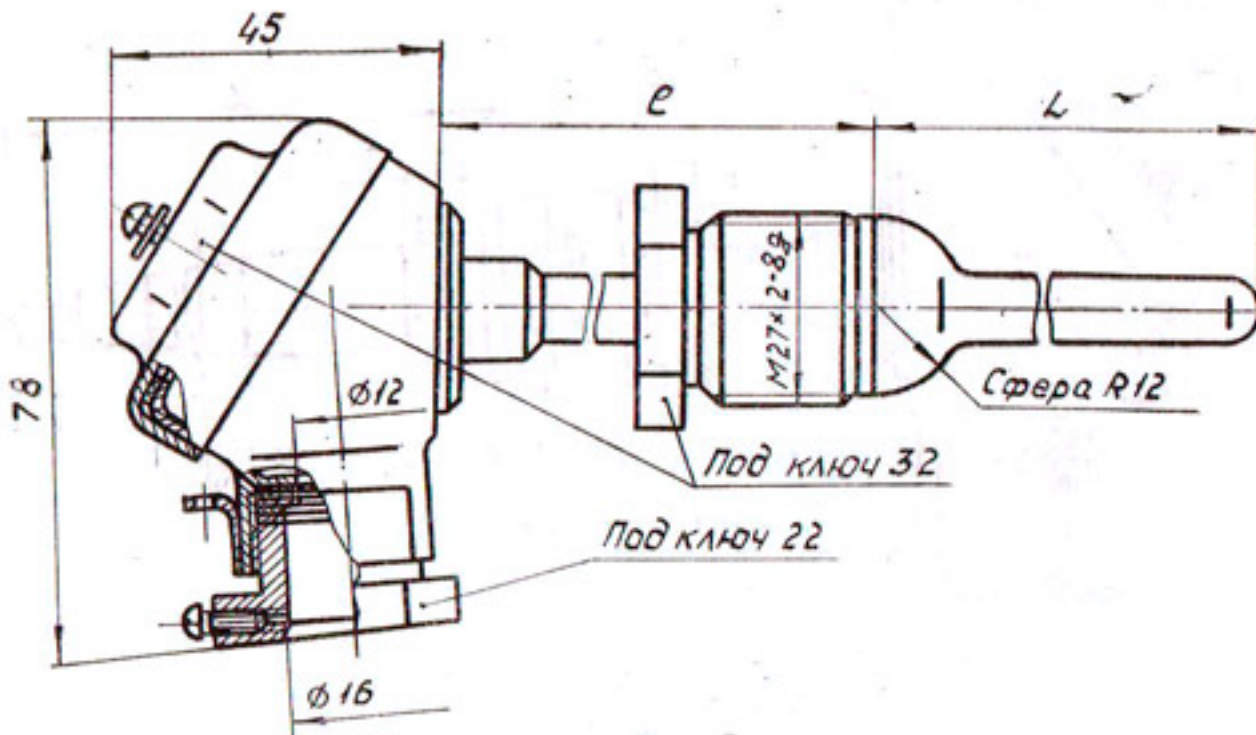

Рис. 5
| ТХА-1172Р рис. 5         | сталь 10Х17Н13М2Т |
| ТХА-1172Р рис. 5           | 5  |
| ТХА-1172Р рис. 5         | 0,25  |
ТХА-1172Р рис. 5	0,09
**Примечания:** 1. В комплект поставляемых термопреобразователей ТХА-1172Р (рис. 5) входят три термопреобразователя для обеспечения срока службы 12 лет, так как срок службы ТХА-1172Р (рис. 5) не менее пяти лет.